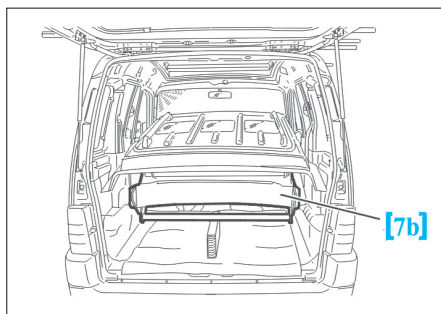

FIG. 118
- Positionner le pavillon multifonction encollé sur l'outil [7b] en veillant au positionnement des fourchettes sur les rotules du pavillon (Fig.118).